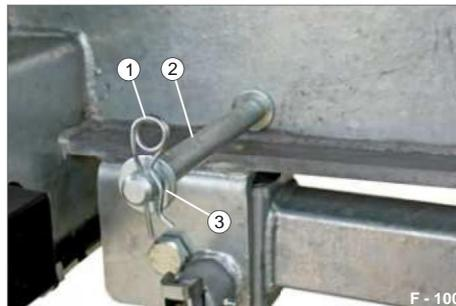

Fig. 93 Supporto cuneo ruota
- ÿ Posizionare il disco (Fig. 93/3) sul perno di fissaggio (Fig. 93/2).
- ÿ Inserire il perno elastico (Fig. 93/1) nel foro del bullone di fissaggio.
- ÿ Posizionare il cuneo sul perno di fissaggio (Fig. 93/2).
- ÿ Inserire il perno elastico (Fig. 93/1) nel foro del bullone di fissaggio in modo che il cuneo aderisca saldamente.